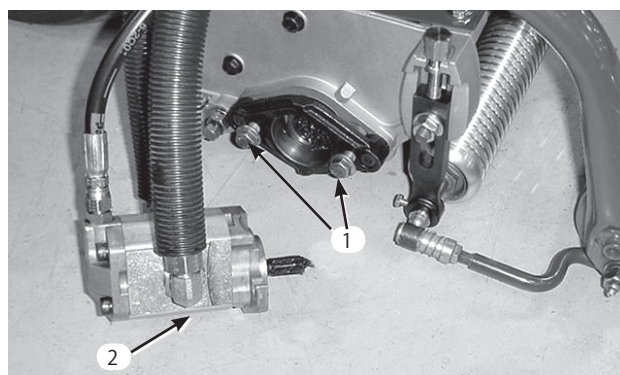

図12
7. 各Cuttingユニットに リールモータ固定ナットを取り付ける。ネジ山を 13 mm 程度突き出させておく（図12）。
10. リールモータのシャフトのスプライン部にグリスを塗布する。モータを取り付け穴に正対させ、時計方向にひねってスタッドを一回かわし、次に左回りにひねって、キャップスクリューにフランジをしっかりと掛ける。キャップスクリューを締めてモータを固定する（図12）。